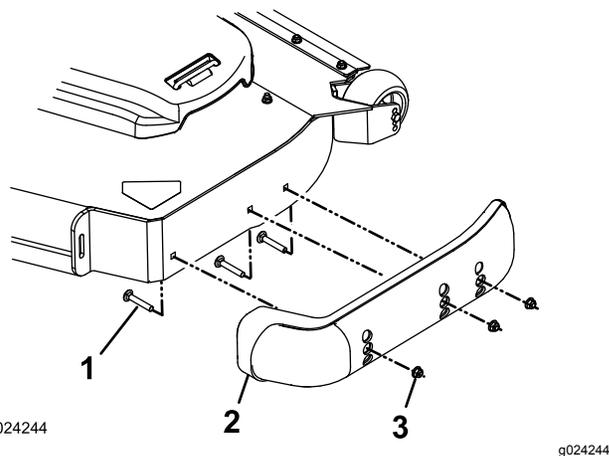

Figure 31
- Retirez les boulons à embase et les écrous de chaque patin (Figure 31).